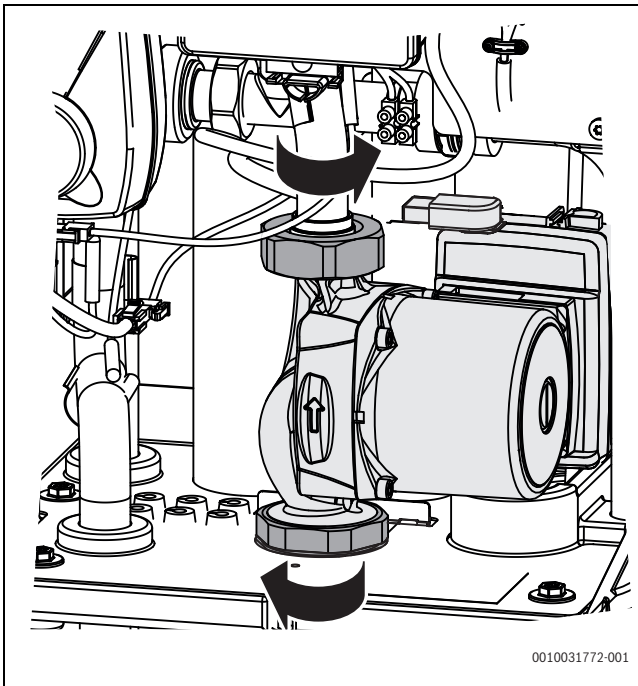

Fig. 40 Allentamento dei dadi a risvolto
- ▶ Allentare i dadi a risvolto sul circolatore e rimuovere il circolatore con le guarnizioni (→ fig. 40). Con un attrezzo adeguato, esercitare una forza antagonista sulle connessioni giuntate.